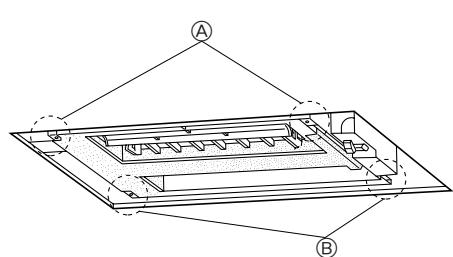

Fig. 5-2
①	Grelha	1
②	Parafuso	6	M5 × 0,8 × 16
③	Parafuso	1	4 × 16
5.2. Verificações antes de colocar no lugar (Fig. 5-2, 3)